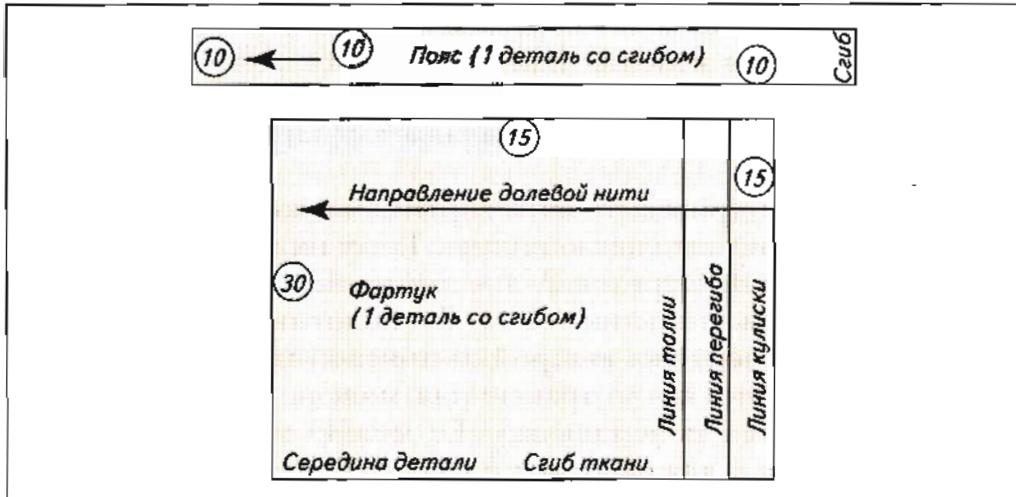

Рис. 19. Выкройки фартука
- Надпишите название каждой детали выкройки и их количество (рис. 19):